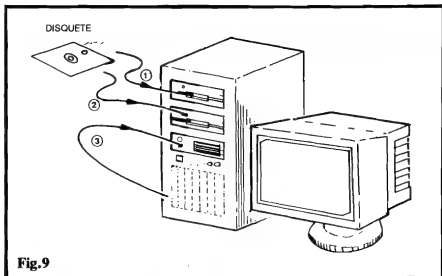

Fig.9
- FIG. 9 - COMO COLOCAR, "FISICAMENTE", UM PROGRAMA NO PC... - A figura mostra uma aparência genérica de PC atual... Os PROGRAMAS, originalmente, vem em disquetes (discos flexíveis de 5 1/4" ou 3 1/2", conforme já explicado...) e assim os ditos cujos devem ser inseridos no respectivo **drive** (1 ou 2, na fi-